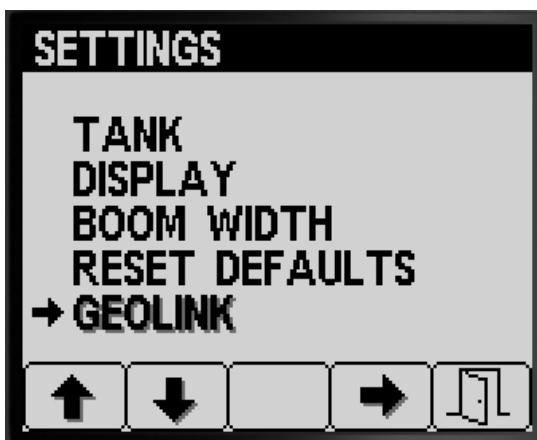

Рисунок 36
1. Нажмайте кнопку 1 или 2 на экране SETTINGS (Настройки), пока не перейдете к опции GEOLINK (Рисунок 36).
2. Нажмите кнопку 4 для выбора позиции GeoLink (Рисунок 36).